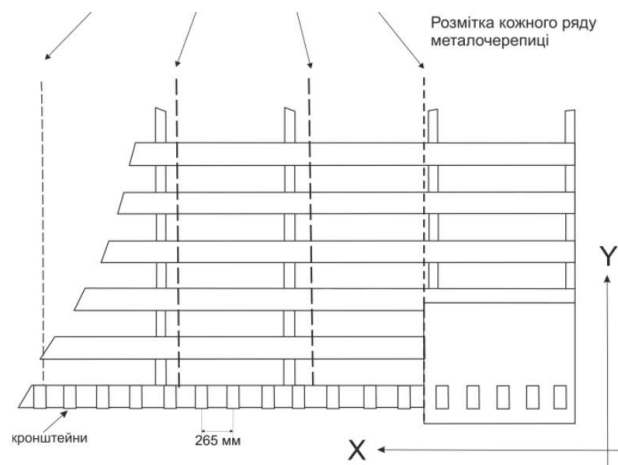

Рисунок 2. Розмітка ската
- Монтаж металочерепиці починається з розмітки ската (перпендикулярно карнизу, осі X, Y) карниз при цьому повинен бути рівним (рис.2).
- За карнизом встановлюються стартові кронштейни (рис. 2).
кронштейн, встановлений біля карнизу на обрешітці по всьому краю покрівлі, наліво (рис. 2).